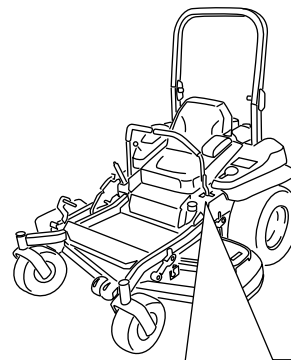

Figure 55
6. Si la machine se déporte à droite, desserrez les boulons et reculez la plaque de butée gauche dans la fente en T gauche, jusqu'à ce qu'elle se déplace en ligne droite (Figure 55).
7. Si elle se déporte à gauche, desserrez les boulons et reculez la plaque de butée droite dans la fente en T droite, jusqu'à ce qu'elle se déplace en ligne droite (Figure 55).
8. Serrez les boulons de la plaque de butée (Figure 55).